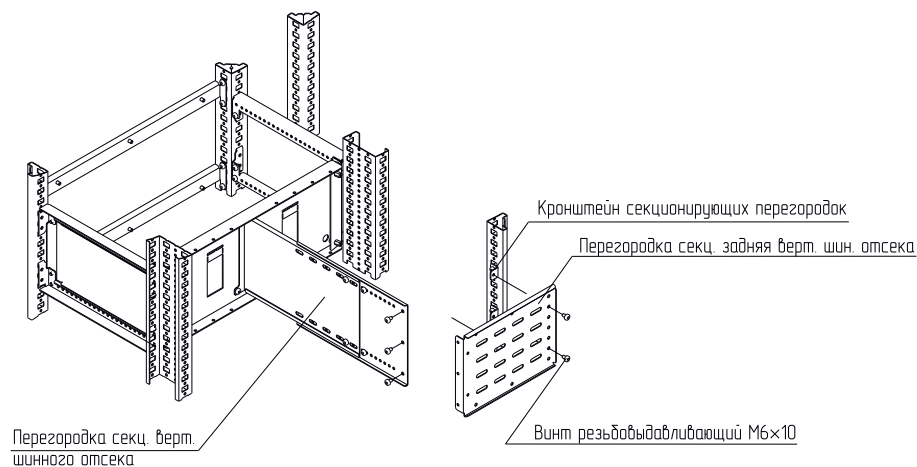

Рисунок 4
4.1.2 Установить перегородку секционирования вертикальную для вертикального шинного отсека на плате монтажной комплекта горизонтальной установки и закрепить винтами М6×10 (рисунок 4). Момент затяжки – 7 Н·м.
4.1.3 Закрепить кронштейны секционирующих перегородок на стойках каркаса (рисунок 4). Для крепления использовать винты М6×10. Момент затяжки – 7 Н·м.
4.1.4 Установить перегородку секционирования заднюю для вертикального шинного отсека на кронштейны секционирующих перегородок с одной стороны и закрепить винтами М6×10 (рисунок 4). Момент затяжки – 7 Н·м.
4.1.6 Соединить перегородку секционирования вертикальную для вертикального шинного отсека с перегородкой секционирования задней для вертикального шинного отсека винтами М6×10 (рисунок 4). Момент затяжки – 7 Н·м.